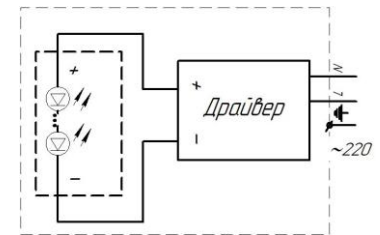

Рис.3
5.3 Подключить питающие и заземляющий провода согласно схеме (рис.3).